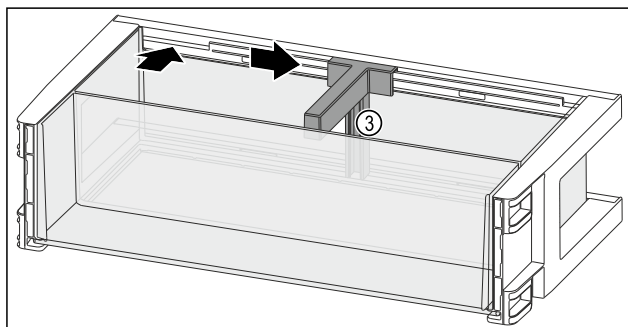

Fig. 126
- ▶ Установите держатель для бутылок Fig. 126 (3) в выемку.
- ▶ Сместите держатель для бутылок Fig. 126 (3) в нужное положение в сторону.